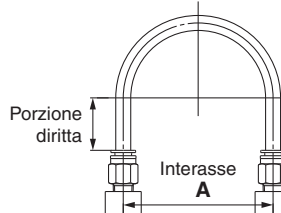

Fig. 1 Configurazione connessione raccomandata
- Durante il collegamento dei tubi mediante raccordi istantanei, prevedere una lunghezza del tubo di riserva come indicato nella Fig. 1, configurazione connessione raccomandata.